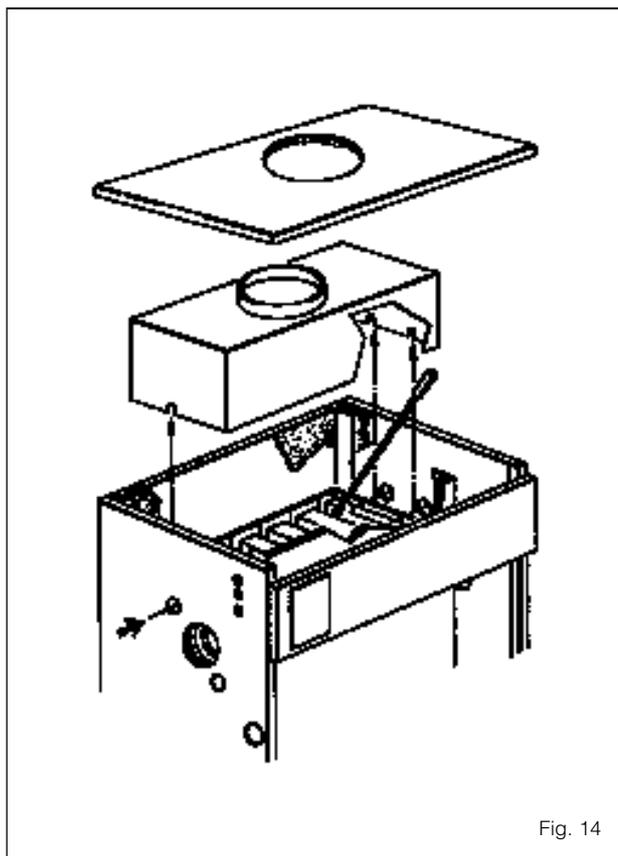

Fig. 14
- Con apposito scovolo entrare nelle file di piolini dello scambiatore ghisa dalla parte superiore e con movimento verticale, rimuovere le incrostazioni esistenti (fig. 14).